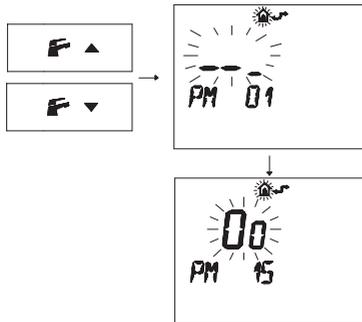

Figura 5.30
- Premere i pulsanti   o   per visualizzare la programmazione "PM15" abilitazione della sonda esterna (Figura 5.30).